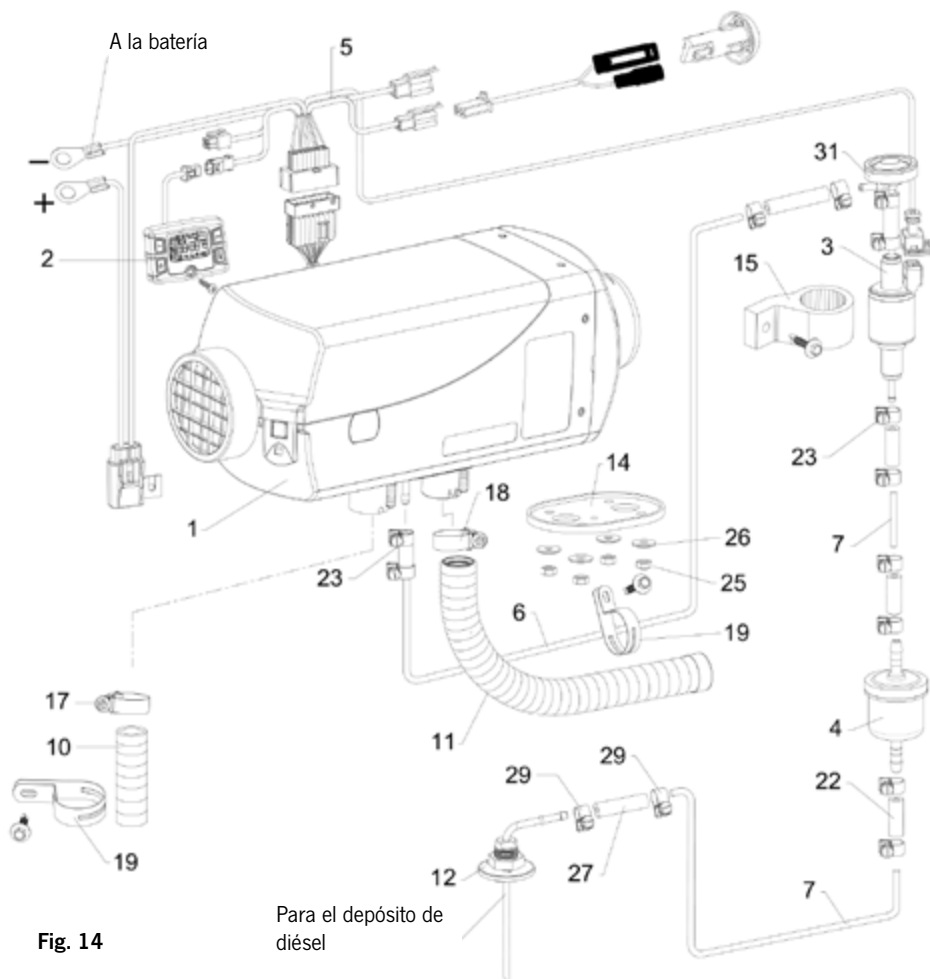

Fig. 14
32. VanHeat 4.0-DH | Información del producto | Lista de piezas de repuesto (véase la fig. 14)